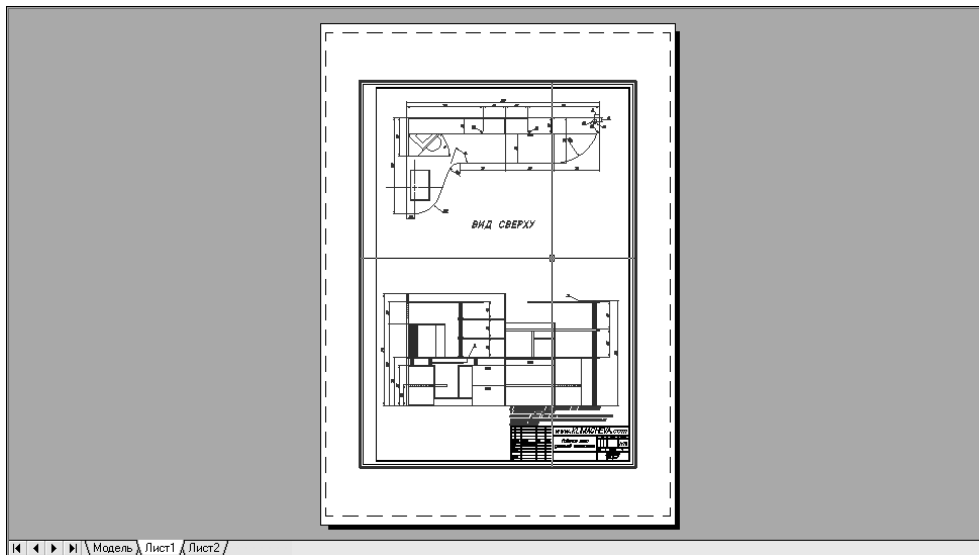

Рис. 13.6 ◀ Компоновка **Лист1** (Layout1) в режиме **МОДЕЛЬ** (MODEL)
3. Снова попробуйте поперемещать указатель по области черчения. Как легко заметить, теперь указатель принимает форму перекрестия только в том случае, когда он попадает в область видowego экрана, на котором отображается чертеж (рис. 13.6), а вне этой области указатель принимает форму обычной стрелки. Кроме того, когда указатель принимает фор-